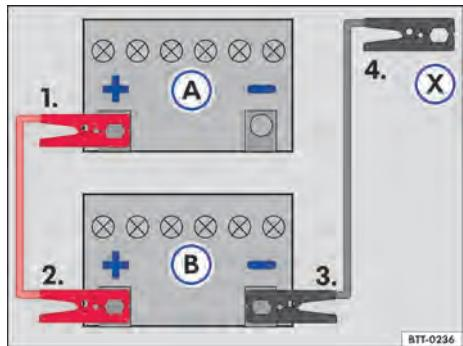

Fig. 171 Esquema para a conexão dos cabos auxiliares de partida: bateria do veículo descarregada  e bateria do veículo fornecedora de corrente .
Legenda para → Fig. 171:
- Conectar uma extremidade do cabo auxiliar de partida **vermelho** ao polo positivo  → Fig. 171  do veículo com a bateria do veículo descarregada  → .